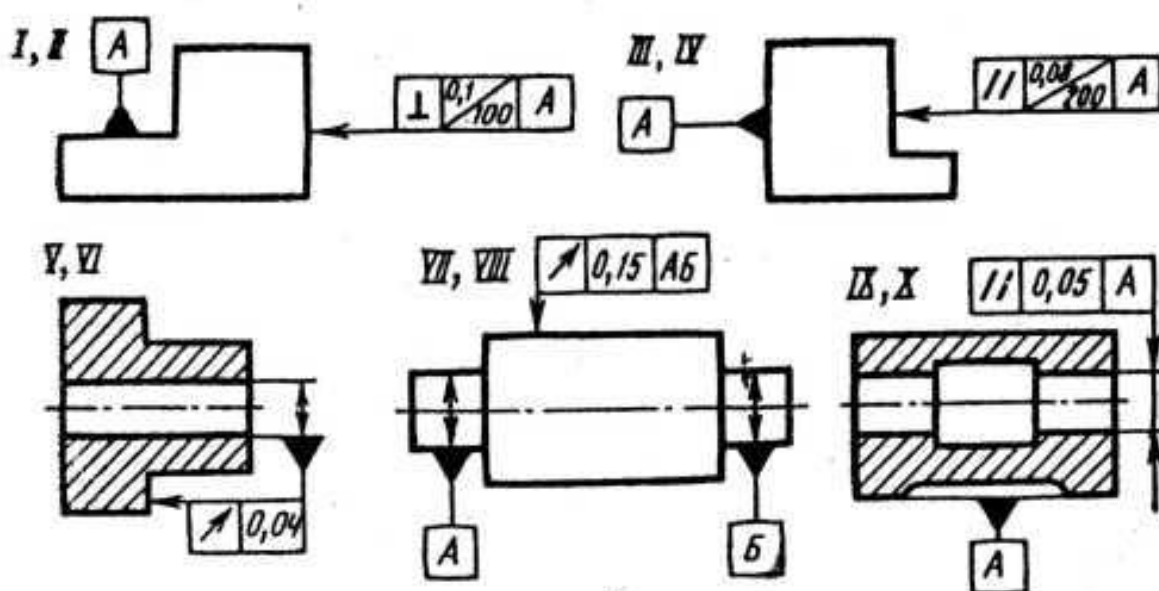

Рис.5
**Задача 2.1.** На рис. 5 показаны варианты обработки поверхностей.